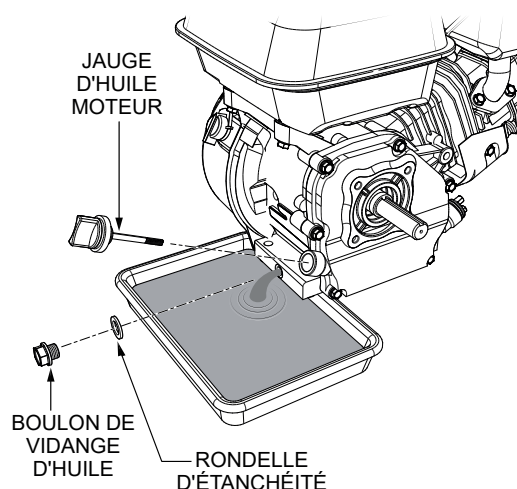

Figure 35. Vidange de l'huile à moteur
2. Vidangez l'huile à moteur comme montré à la (Figure 35) lorsque le moteur est chaud.